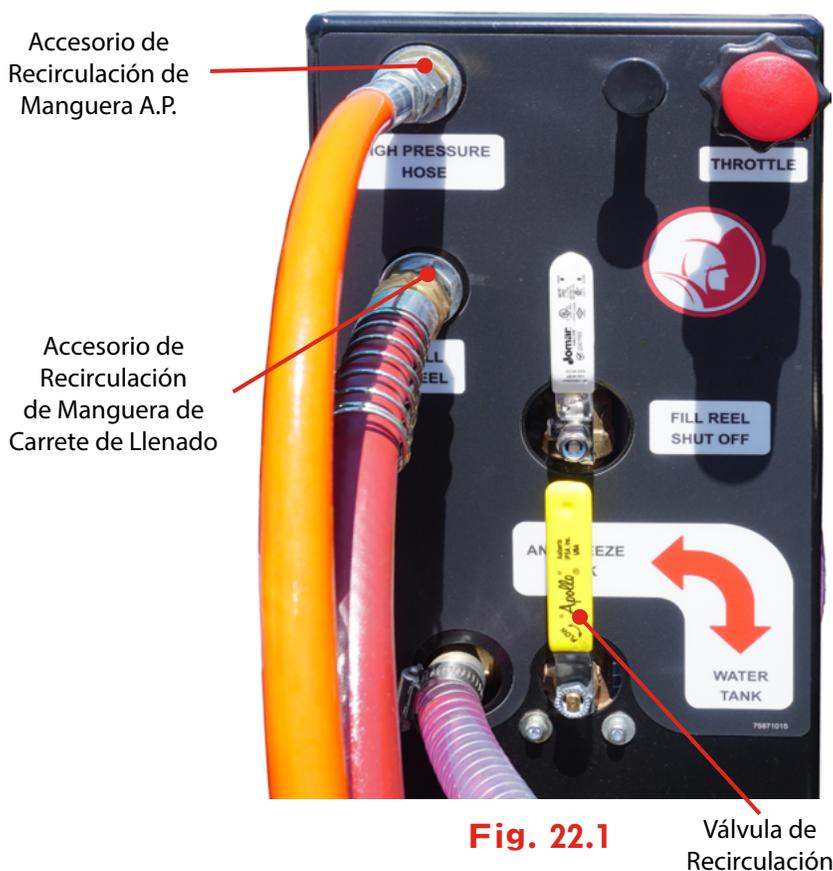

Fig. 22.1
4. Mueva las válvulas selectoras a "Antifreeze Tank" (Tanque de recircular anticongelante) (Fig. 22.1).
4. Confirme que la válvula selectora de recirculación esté colocada en "Antifreeze Tank" (Fig. 22.1) y que la válvula del carrete de llenado esté abierta (Fig. 21-3).